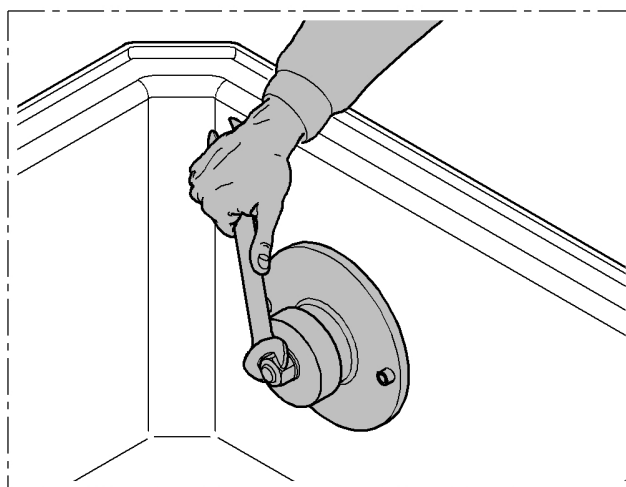

Fig. 6
- Durante o período de resfriamento da junta apertar ulteriormente o kit de compressão de modo a facilitar a adesão entre a caixa de empanque e a parede do escoadouro. (Fig.6)